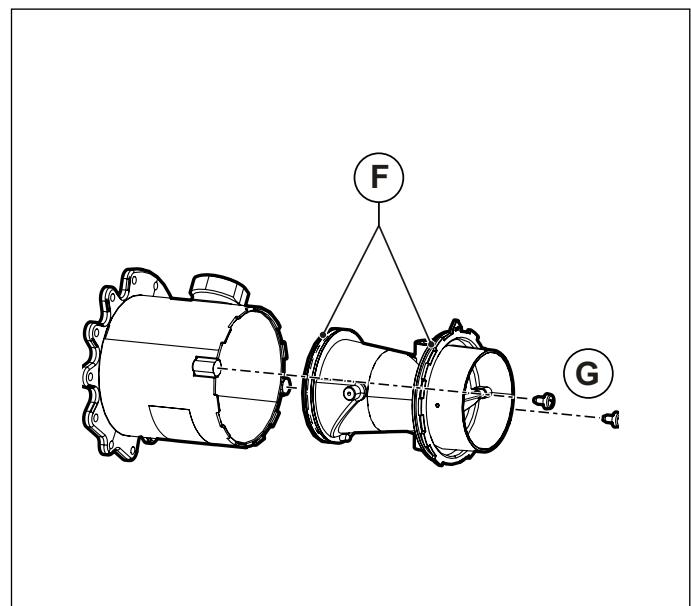

Рис. 36 Пластмасовий корпус змішувача
- Відкрутіть два гвинт **G** та вийміть пластиковий корпус змішувального вузла **G** (дивись Рис. 36 Пластмасовий корпус змішувача).
- Пригвинтить пластиковий корпус на змішувач за допомогою **G** фіксуючих гвинтів. Слідкуйте за тим, щоб не пошкодити **F** кільцеві ущільнювачі і здійснювати збірку у вказаному напрямі (див. Рис. 36 Пластмасовий корпус змішувача та Рис. 37 Розташування для монтажу).